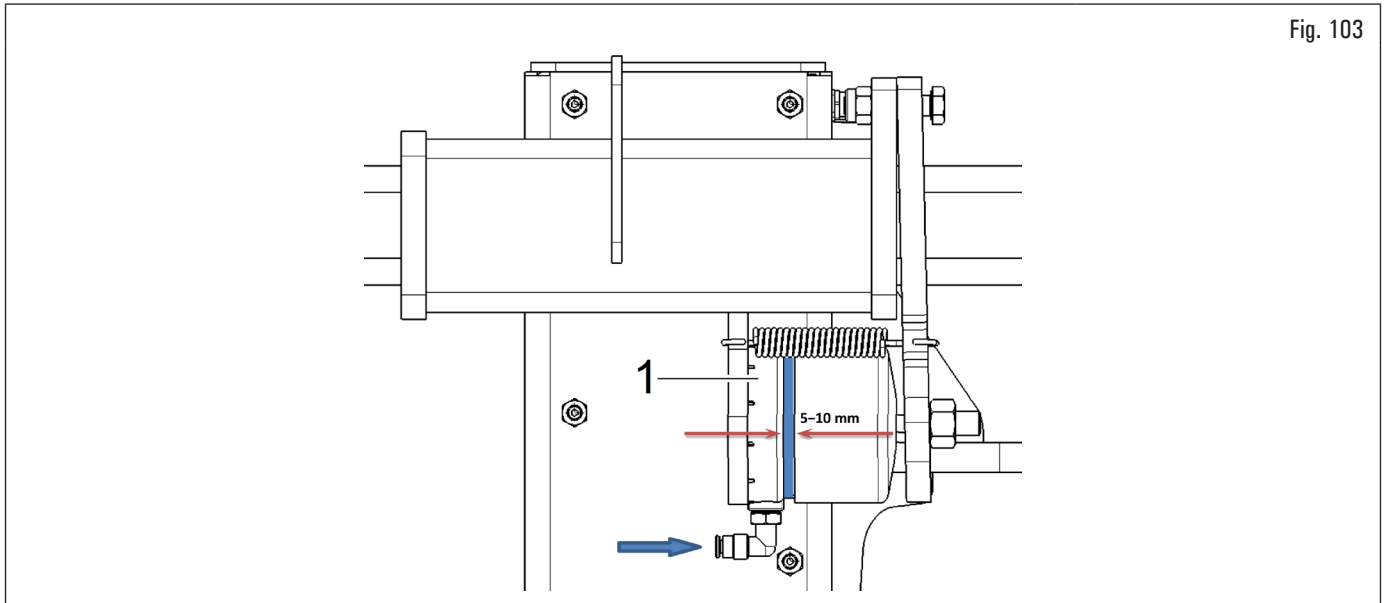

Fig. 103
6. actionner le cylindre (Fig. 103 réf. 1), en l'alimentant avec de l'air comprimé, et vérifier que sa course soit comprise entre 5 - 10 mm (0.2 - 0.04") ;